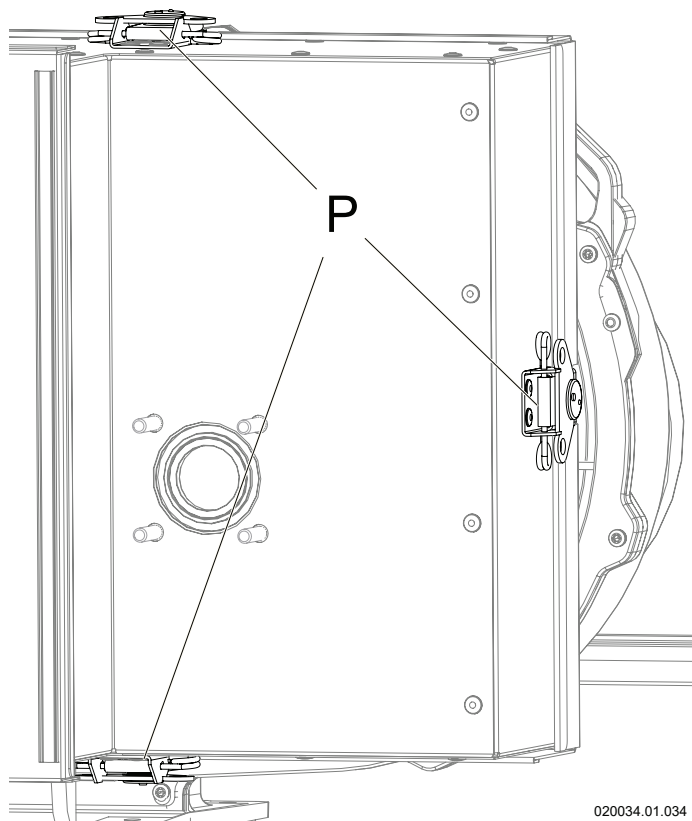

Figura 8-10 - Apertura cerniere del gruppo aspirazione aria
7. - Aprire le tre cerniere "P" ruotandole in senso orario di 180 gradi (Figura 8-10);